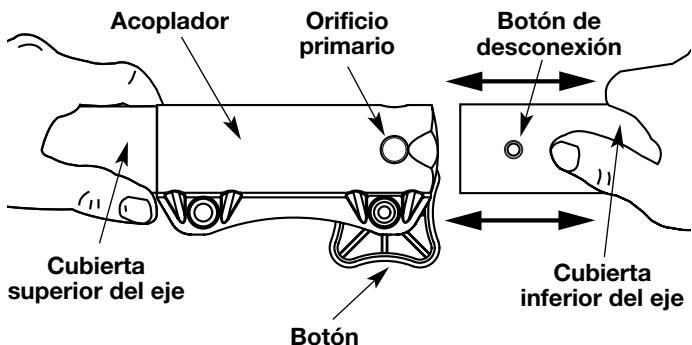

Fig. 2
3. Mientras sujetá firmemente el bastidor del eje superior, separe el accesorio del recortador de bordes del acoplador (Fig. 2).
3. Mientras sostiene el accesorio con firmeza, empújelo en línea recta en el acoplador (Fig. 2).
PRECAUCIÓN: Trabe el botón de desconexión en el orificio primario (Fig. 2) y ajuste bien la perilla antes de operar esta unidad.